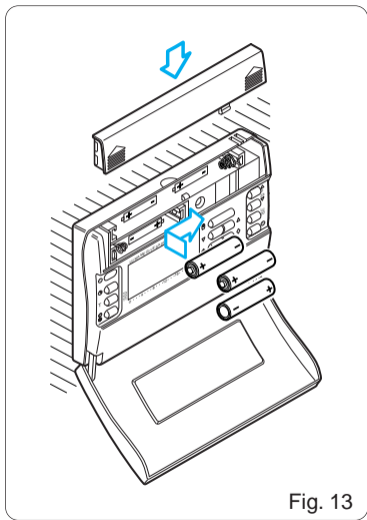

Fig. 13
- Coloque en el compartimento respectivo tres pilas alcalinas pequeñas LR03, tipo AAA de 1,5 V, respetando las polaridades indicadas en el fondo de la clavidad (fig. 13).